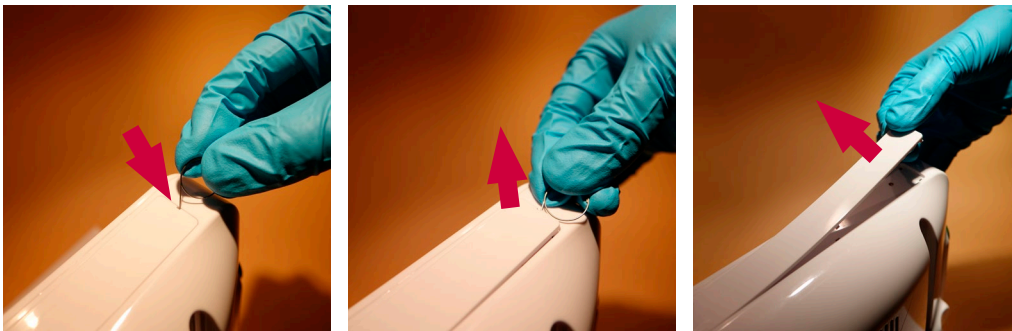

Figure 4 - Retrait des plaques nominatives
c) Retirer les plaques nominatives portant le logo Ambu en haut et en bas de l'écran (Figure 4)